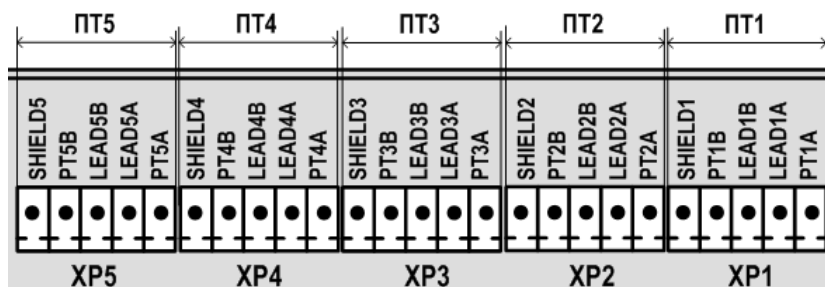

Рис.9. Обозначение коммутационных элементов подключения ПТ.
6.4.2.1. Входы каналов температуры 1...5 предназначены для подключения преобразователей температуры с номинальным значением сопротивления 100, 500 и 1000 Ом и номинальным значением тока от 0,2 до 1,0 мА. Обозначение коммутационных элементов для подключения ПТ показано на рис.9.